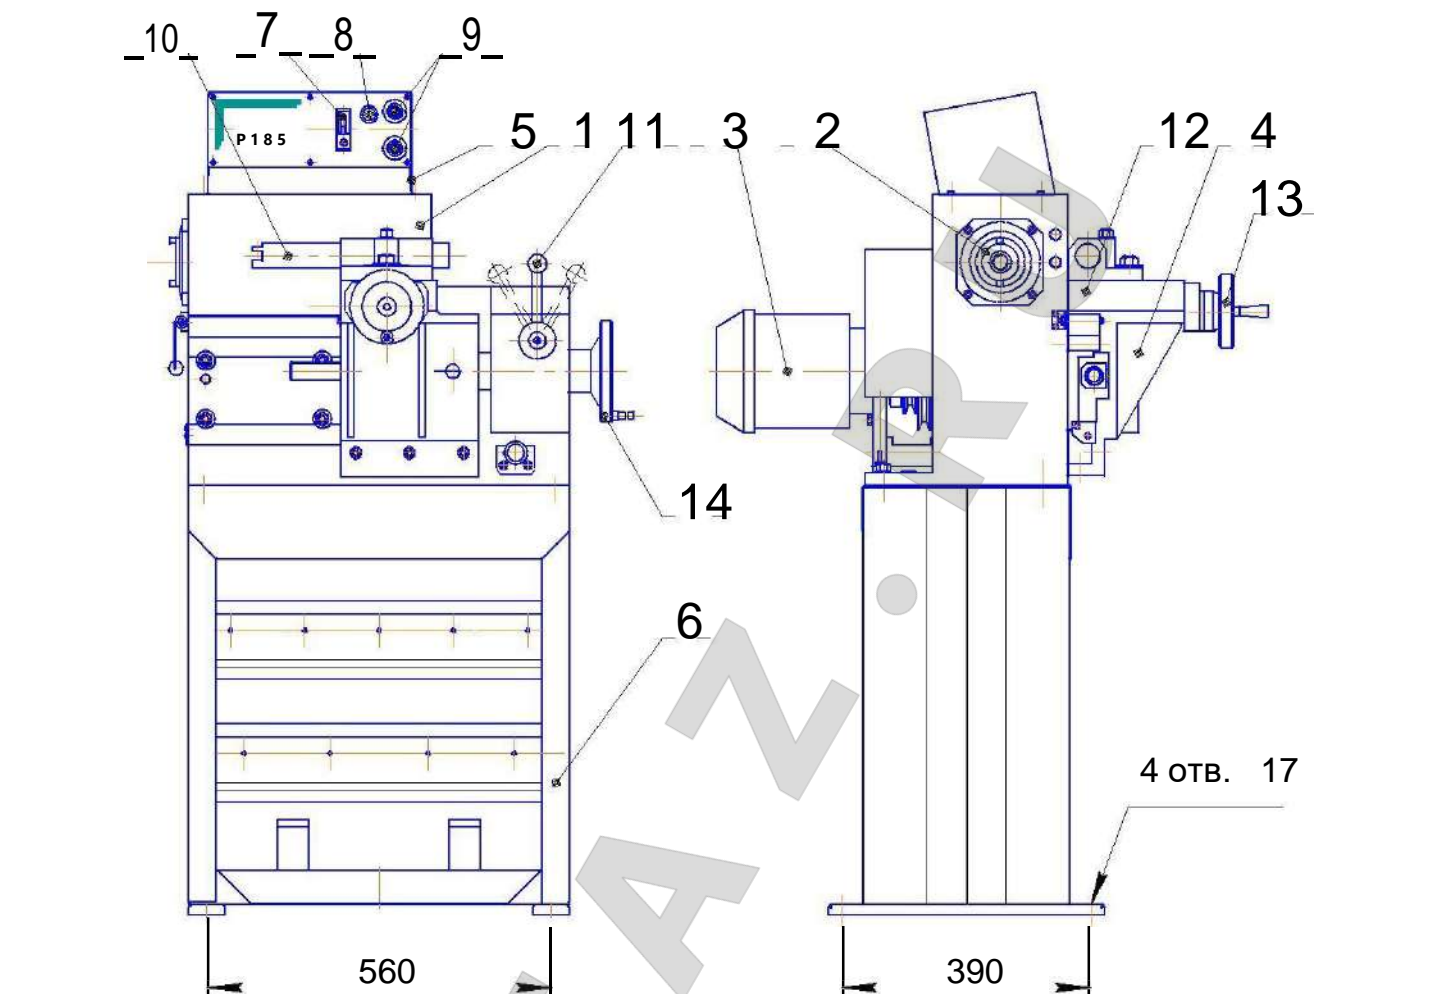

Рис. 1 Установка для расточки тормозных барабанов P185
4.1 Устройство Общий вид установки приведен на рис. 1
В корпусе 1 (рис. 1) смонтирован шпиндель 2. Электродвигатель 3 устанавливается на корпус с помощью кронштейна.
Блок аппаратный 5 (рис. 1) устанавливается на корпус и крепится винтами. Внутри блока аппаратного расположены приборы пуска и управления.